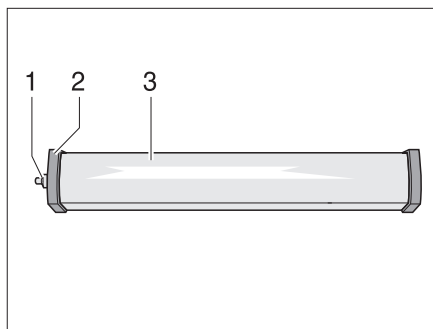

Fig. 277 Plafoniera
- Svitare il copripolvere di gomma (Fig. 277,1).
- Rimuovere il coperchio (Fig. 277,2).
- Comprimere leggermente e rimuovere la copertura della lampada (Fig. 277,3).